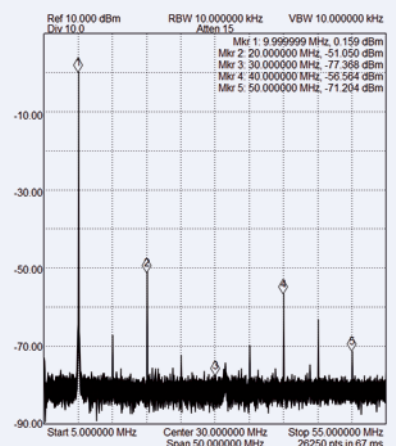

Bild 1. Spektrum des 10-MHz-Signals vom Signal-Generator, direkt mit dem Spectrum Analyzer gemessen.
Legen wir los: Für unser Beispiel mit dem Operationsverstärker wird mit Hilfe eines Signalgenerators ein Sinussignal mit 10 MHz bei einem Pegel von 632 mV_{SS} eingestellt und sein Ausgang mit dem Eingang des Opamps verbunden. An den Ausgang des Opamps kommt dann ein Spectrum Analyzer (SA). Für einen ersten Überblick über das sich ergebende Spektrum stellt man den Frequenzbereich des SA auf 5 MHz bis 55 MHz ein. Der Bildschirm des Spectrum Analyzers sieht dann zum Beispiel so aus wie in **Bild 1**.